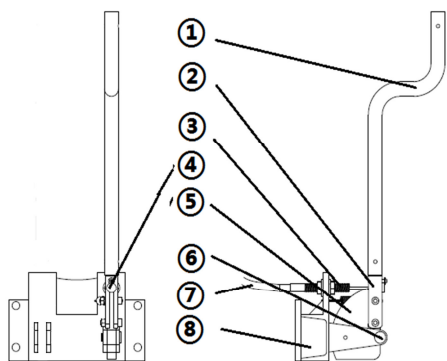
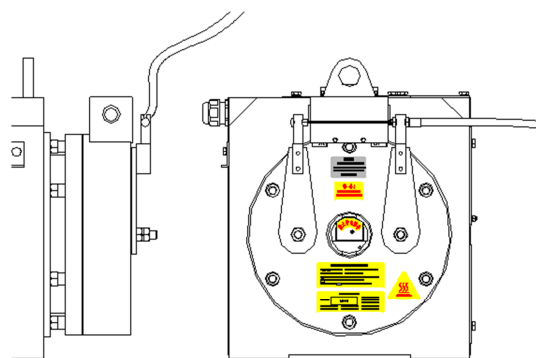

图 28 手动远程松闸装置控制机构
图 29 松闸机构
该装置适用于无机房曳引机，实现远距离的制动器装置的松闸；该装置用在紧急状态时营救轿厢中被困人员，提高解救速度。手动远程松闸由松闸手柄①、手柄连接杆②、拉簧③、销④、半圆盘顶杆⑤、定位销⑥、刹车线⑦、盒内底座⑧。示意图见（P11 图 28、图 29）所示。